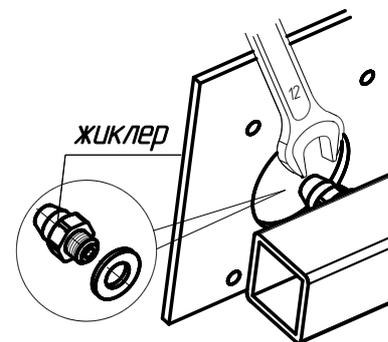

Рис.5. Замена жиклеров основной горелки
- заменить жиклер основной горелки (Рис.5), проверив соответствие маркировки на жиклерах диаметрам, указанным в таблице 3;